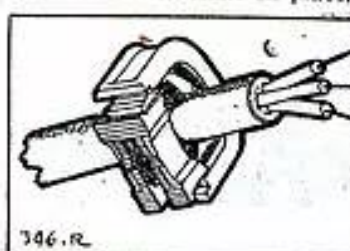

Fig. 17.
a) La partie mâle crénelée est fixée à la paroi par une tête de clou ou de vis. Elle comporte une gorge qui reçoit le câble (fig. 17) ;